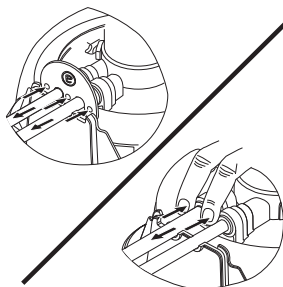

Рис. 33
4. **Убедитесь**, что логотип на инструменте для демонтажа находится на внешней стороне, а сам инструмент плотно прилегает к держателю. Пальцами одной руки крепко прижмите инструмент к кольцам. Затем потяните локти/трубки другой рукой, пока кольца прижаты (рис. 33).